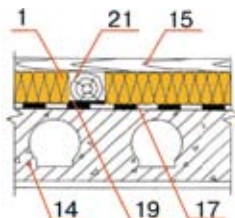

Рис. 6
– железобетонные перекрытия с деревянным настилом по лагам. Используют легкие плиты ИЗОЛАЙТ-Л, ИЗОЛАЙТ, ИЗОЛАЙТ ЛЮКС, ПП-60 (П-75), ПП-80 (П-125) (рис. 6);